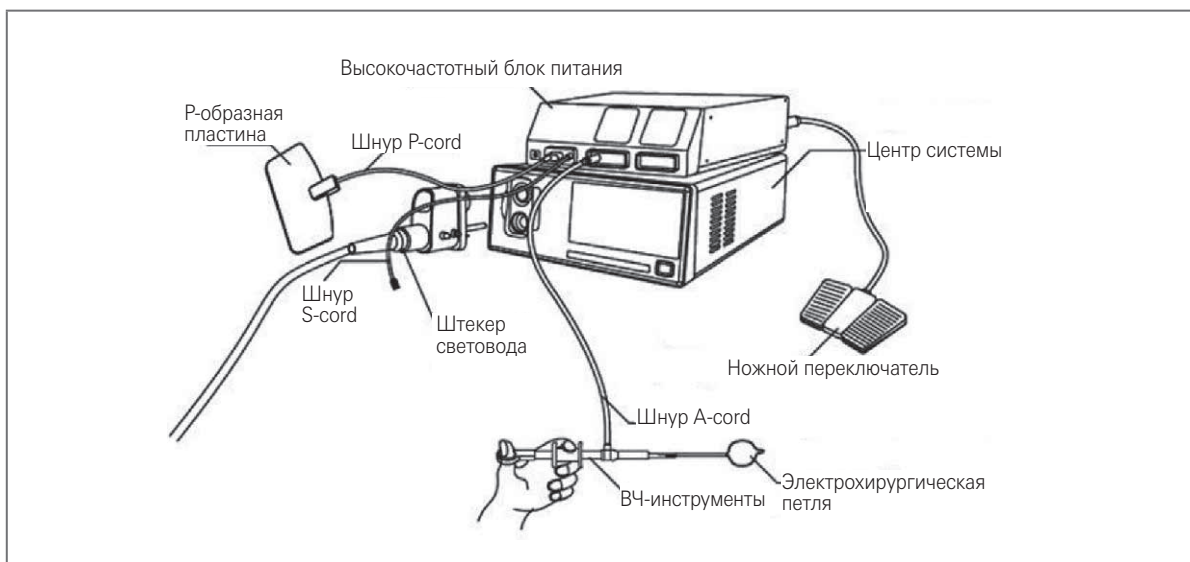

Рис. 3.5
- Подсоедините электрохирургическую петлю, видеоэндоскоп и видеопроцессор методом, который показан на рис. 3.5. Для получения подробной информации о способе подключения см. руководство к электрохирургической петле и видеопроцессору.
- **Подсоедините электрохирургическую петлю, видеоэндоскоп и видеопроцессор методом, который показан на рис. 3.5. Для получения подробной информации о способе подключения см. руководство к электрохирургической петле и видеопроцессору.**